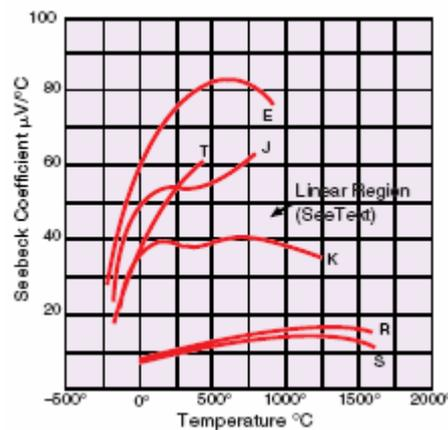

FIGURA 3 - Coeficiente de Seebeck em função da temperatura de alguns termopares comerciais. Os tipos são identificados por letras.
O valor do coeficiente Seebeck é muito pequeno para os termopares típicos, ou seja, a força eletromotriz gerada é pequena mesmo para grandes variações de temperatura. Na Figura 3, representa-se esse coeficiente em função da temperatura para alguns termopares comerciais. Na Tabela 1, estão listados valores do coeficiente Seebeck a 20° C para alguns tipos de termopar.
- Utilize o termopar para medir a temperatura do nitrogênio líquido e da chama de fogo. Sabe-se que a temperatura do nitrogênio líquido é -196°C . Avalie e comente os resultados obtidos nessas medições. Considere a premissa colocada para o uso da eq. (1) e as informações da figura 3.